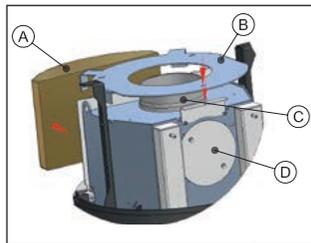

Abb. 6a
(Montage nur beim Nachrüsten erforderlich) Setzen Sie zuerst den Frontstein (A) ein. Anschließend montieren Sie die Auflageplatte (B) (Abb. 6a).